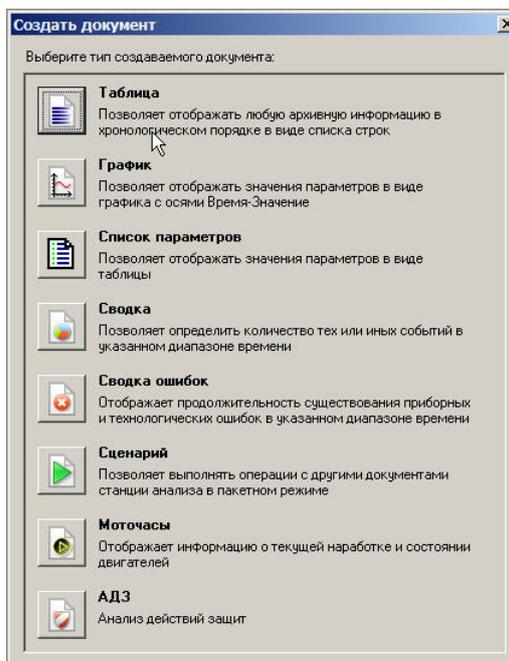

Рисунок 3 - Диалоговое окно для выбора типа создаваемого документа
- **Файл / Создать** (продублирован значками  и ). Предлагается выбрать тип создаваемого документа (рисунок 3);